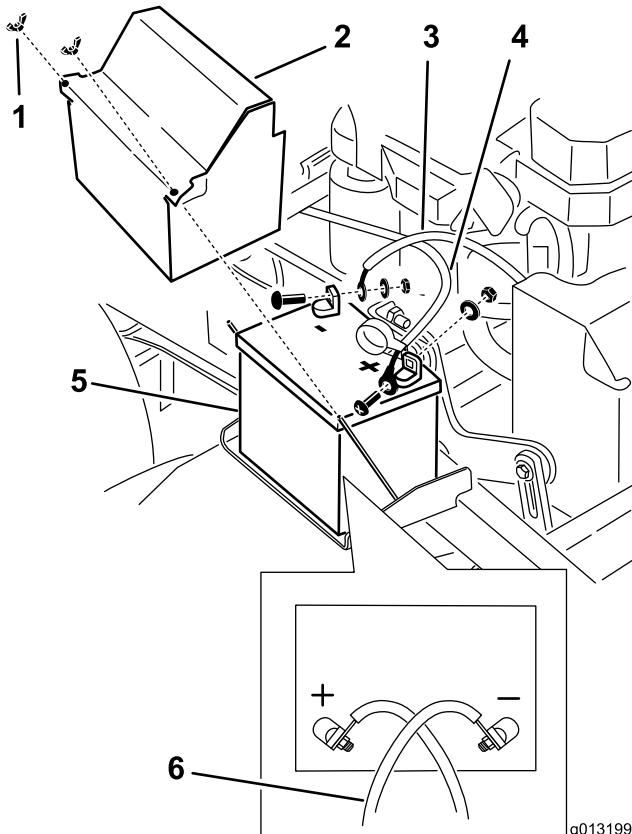

Figura 52
3. Desconecte el cable negativo del borne negativo (-) de la batería (Figura 52).
4. Retire la cubierta de goma roja del borne positivo (rojo) de la batería. Luego retire el cable positivo (rojo) de la batería (Figura 52).
5. Retire la pletina de sujeción de la batería (Figura 52), y retire ésta.
1. Coloque la batería en la máquina (Figura 52).
y un perno (Figura 52). Deslice la cubierta de goma sobre el borne.
4. Luego conecte el cable negativo y el cable de tierra al borne negativo (-) de la batería con una tuerca, una arandela y un perno (Figura 52).
Nota: Los cables de la batería se cruzan cuando están correctamente instalados (Figura 52).